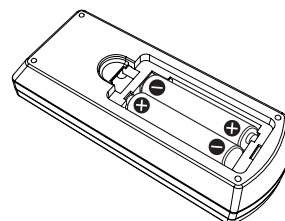

Fig. 2
- 2) Insérer les piles et refermer le capot (Insérer le côté « \ominus » en premier). (Fig. 2)